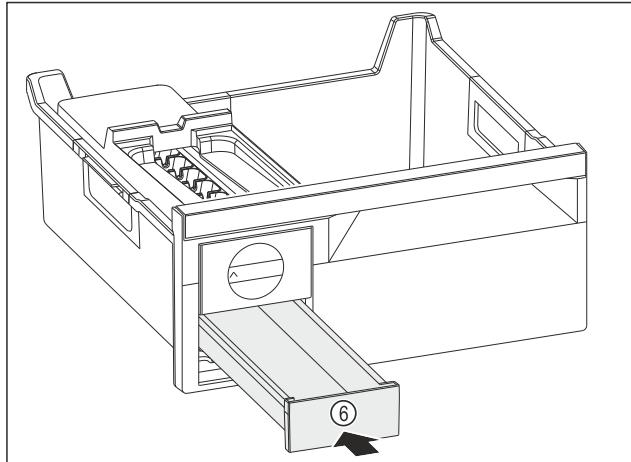

Fig. 101
- Вкарайте чекмеджето за ледени кубчета Fig. 101 (6).